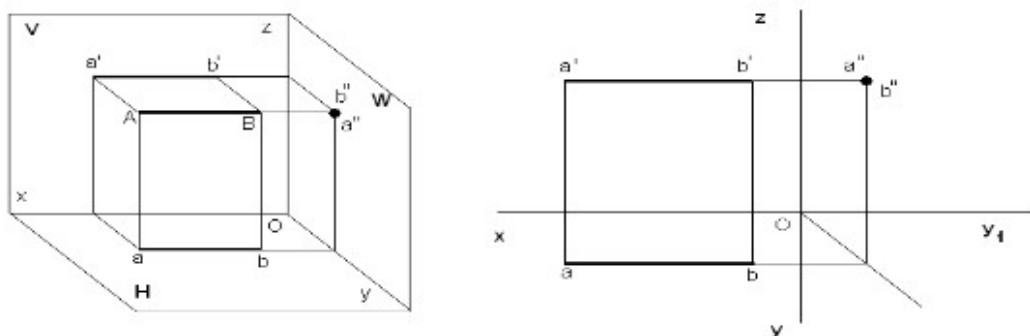

Рисунок 12 Пример решения задания 1
2. По заданным координатам выполнить наглядное изображение и комплексный чертеж отрезка AB на трех плоскостях проекций (пример оформления решения задач (см. рис. 12);